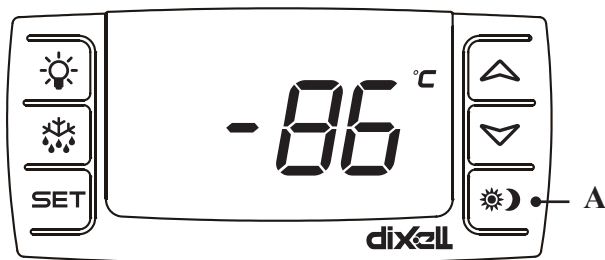

fig. 4
L'appareil est équipé d'une commande électronique (fig. 4)
**NOTE:** La première fois que l'appareil est connecté, appuyez sur le "A" (Fig 4), ainsi l'alarme sera connecté
Débranchez l'alarme en appuyant sur "A" (fig. 4). L'écran affiche « OFF ». Maintenant, débranchez la source d'alimentation.